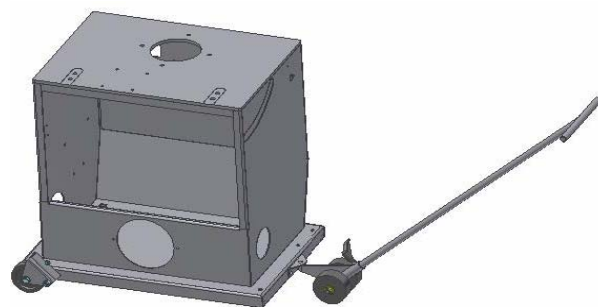

Abb. 14: Maschine anheben
Schritt 5: Für die Montage der Vorderräder (Abb. 14) ist